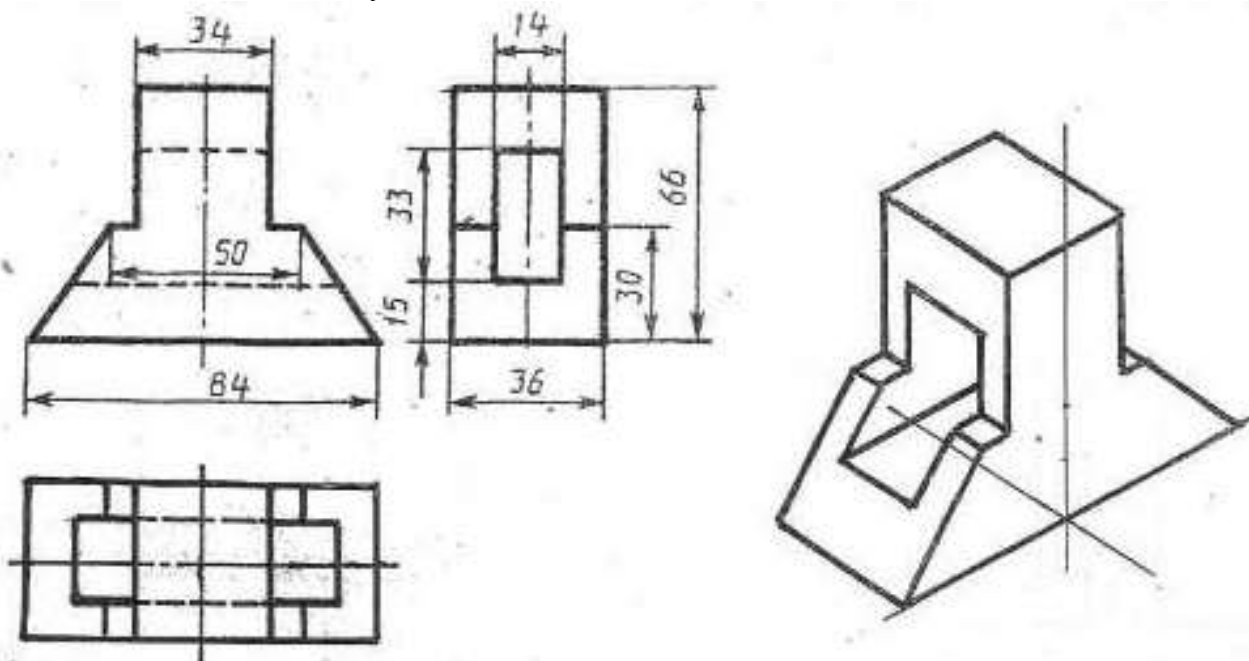

Рисунок 37 - Пример выполнения графической работы
После указания стрелки взгляда на экране появится фантом вида в виде габаритного прямоугольника. Вид по стрелке располагается в проекционной связи со своим опорным видом, что ограничивает возможность его перемещения (рис.37). Связь отключается кнопкой Проекционная связь на вкладке Параметры.
- 1 - проанализируйте форму детали и определите ее габаритные размеры, рис. 37;